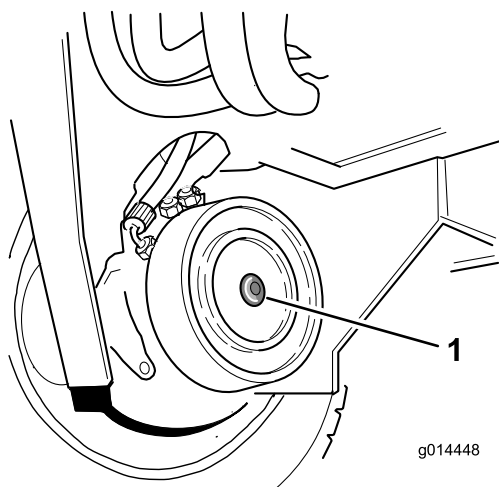

Figura 41
2. Identifique o conjunto de travões de disco do motor da roda da frente do lado direito e retire o tampão hexagonal (Figura 41).